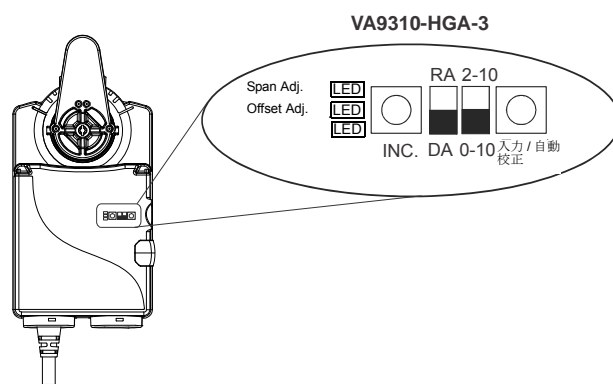

図 14: ディップスイッチと LED の配置
重要： VA9310-HGA-3 アクチュエータをフローティング動作モードで使用する場合は、ディップスイッチが 2 ～ 10VDC オプションの位置に入っていることを確認してください。この設定で、漏電を示すコントローラーのトライアック出力に対応させることができます。ディップスイッチの位置設定については図 14 を参照してください。
自動校正プロセスを完了するには、3 個の LED がすべて点灯するまで **Enter/Autocal** (入力/自動校正) を押します。ディップスイッチと LED の図は図 14 で確認してください。
1. まずディップスイッチ 1 と 2 を設定してから次に進みます。ディップスイッチの位置設定については図 14 を参照してください。